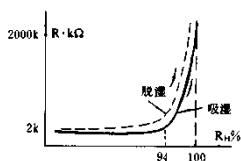

图 5-8 高分子聚合物湿敏电阻器特性曲线
- (1)使用温度范围: -10 ~ +60℃
- (2)湿度敏感范围: 94% ~ 100%RH
- (3)响应时间: 吸湿不超过 15s, 脱湿 20s
- (4)最大使用电压: DC8V
(5)阻值: 常湿下为 2kΩ 左右, 高湿(79.4%RH)下, 上限大于 2000kΩ。特性曲线见图 5-8。